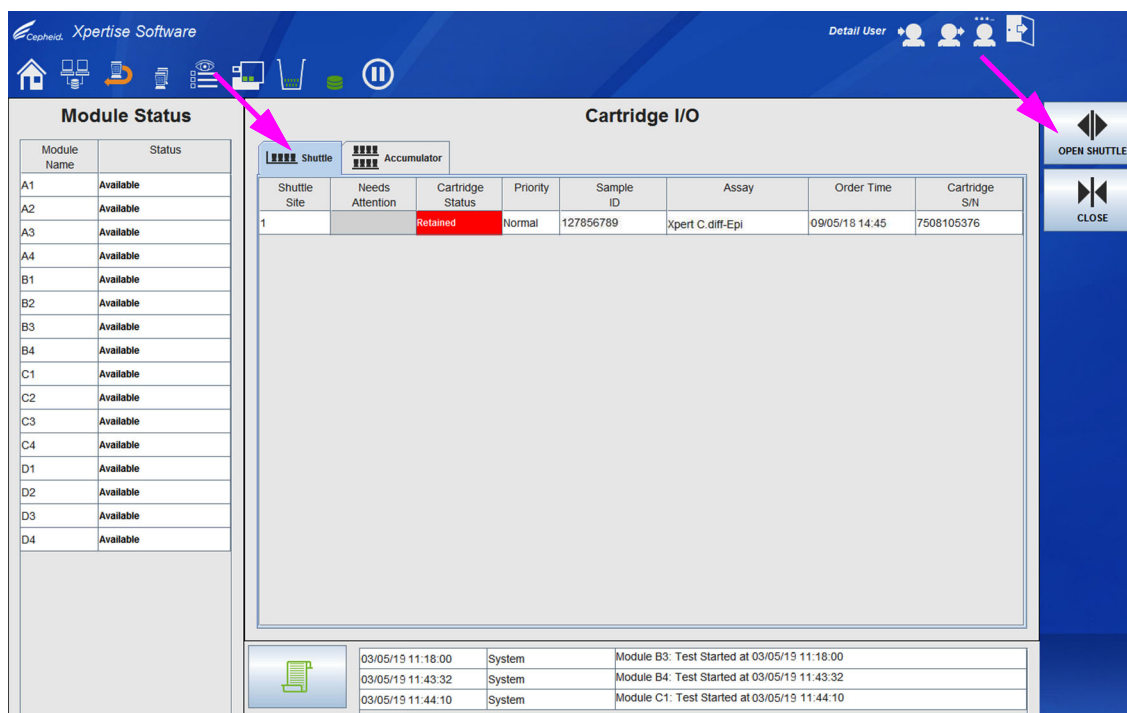
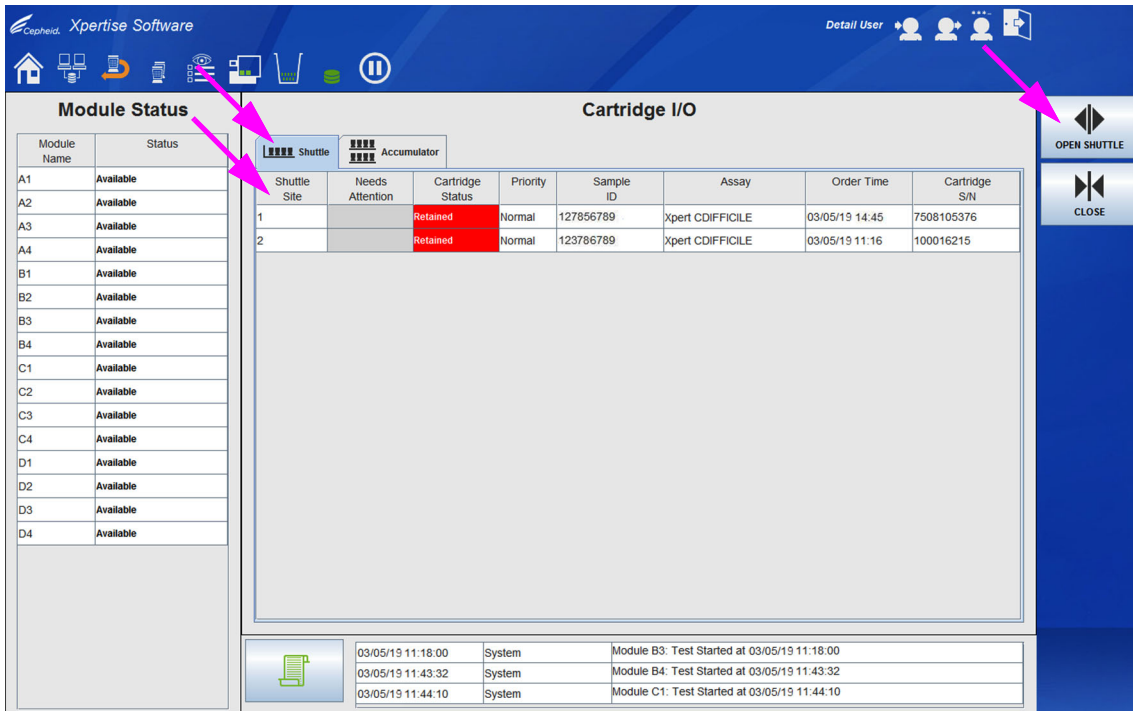
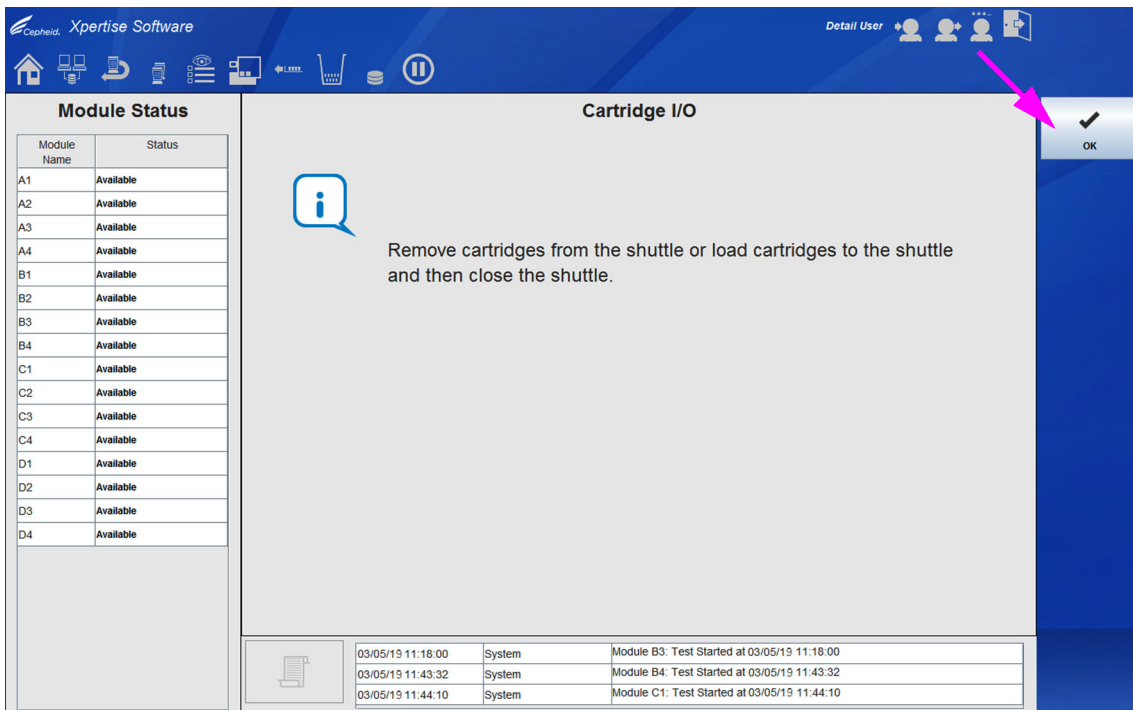

图 10-106. 显示往复架 (Shuttle) 选项卡的检测盒 I/O (Cartridge I/O) 工作区
图 10-107. 显示往复架 (Shuttle) 选项卡的检测盒 I/O (Cartridge I/O) 工作区
图 10-108. 显示取出检测盒的检测盒 I/O (Cartridge I/O) 工作区
接着会出现检测盒 I/O (Cartridge I/O) 工作区的往复架 (Shuttle) 选项卡，如图 10-106中所示。
接着会出现检测盒 I/O (Cartridge I/O) 工作区的往复架 (Shuttle) 选项卡，如图 10-107中所示。
7. 选择**打开往复架 (OPEN SHUTTLE)** 按钮（参见图 10-106或图 10-107）。往复架会解锁并且指示您从往复架卸下检测盒的检测盒 I/O (Cartridge I/O) 工作区会显示。请参见图 10-108。
9. 按照检测盒 I/O (Cartridge I/O) 工作区（参见图 10-108)中的指示，关闭往复架门并选择**确定 (OK)** 按钮。检测盒 I/O (Cartridge I/O) 工作区储放架 (Accumulator) 选项卡会显示所有检测盒已从储放架取出。请参见图 10-110。